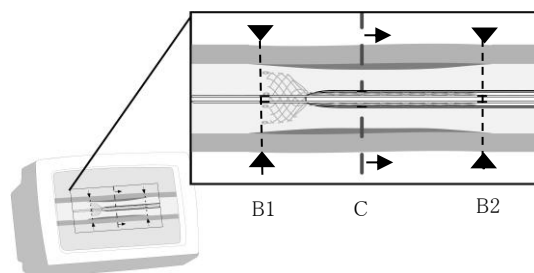

図 12
- 9) ステンツの展開中は、アウトターシース上の X 線不透バンド (図 12-C) がステンツの展開に従ってステンツ近位側の X 線不透マーカー (図 12-B2) 方向に後退する。一方、ステンツ両端の X 線不透マーカー (図 12-B1、B2) は、展開によって移動せず、目標留置部位からずれないことを透視下で確認する。
- 10) アウトターシース上の X 線不透バンド (図 12-C) が、ステンツ近位側の X 線不透マーカー (図 12-B2) を約 2 cm 通過した時、あるいは T 型アダプタがデリバリーシステムのシャフトグリップまで引き戻された時、ステンツが完全に展開された状態である。